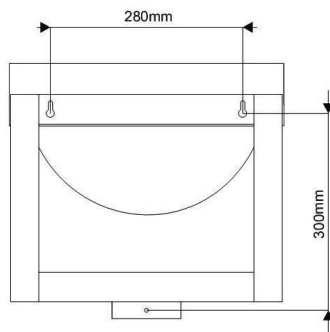

Fig. 2
- Respecter un espacement de 280 mm entre les trous, comme présenté sur la fig. 2.